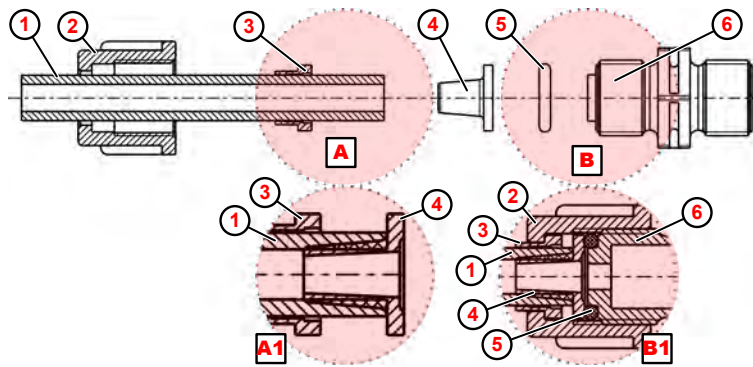

Abb. 18: Rohr- Schlauchanschluss mit Kegelteil
1. ➤ Schlauch (Abb. 18 , ①) gerade abschneiden.
2. ➤ Überwurfmutter ② über Schlauch ① schieben.
3. ➤ Spannteil ③ über Schlauch ① schieben.
4. ➤ Schlauch ① bis zum Anschlagbund auf Kegelteil ④ schieben (Detail Ⓐ1).
5. ➤ Spannteil ③ Richtung Kegelteil ④ schieben bis Widerstand spürbar ist.
6. ➤ O-Ring ⑤ in Nut von Saug- bzw. Druckventil ⑥ legen.
7. ➤ Überwurfmutter ② festziehen (Detail Ⓑ1).